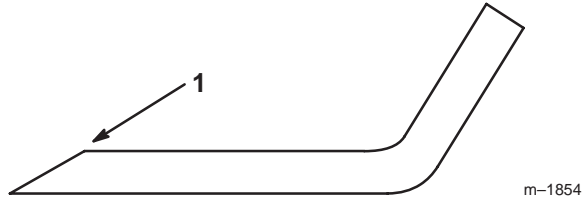

Bild 37
1. Schärfen Sie die Schnittkante an beiden Enden des Schnittmessers mit einer Feile (Bild 37). Behalten Sie den ursprünglichen Winkel bei. Das Schnittmesser behält seine Auswuchtung bei, wenn von beiden Schnittkanten die gleiche Materialmenge entfernt wird.